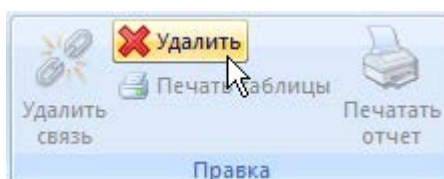

Рис. 12-11 – Кнопка «Удалить» панели «Правка»
- 3) Нажать кнопку «Удалить» панели «Правка» (рис. 12-11).